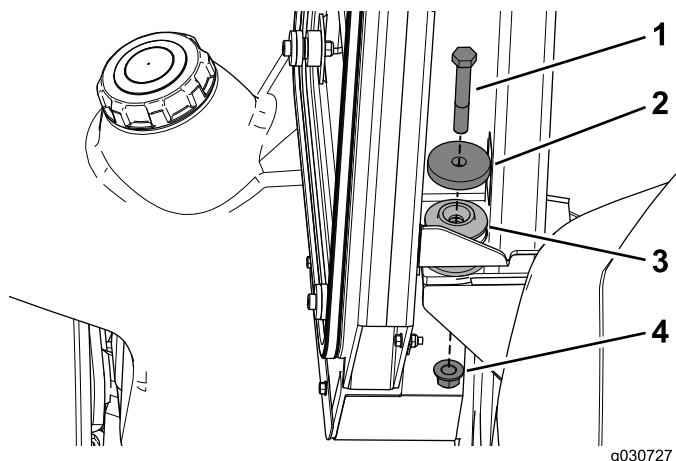

Figura 24
3. Utilize um parafuso (1/2 x 3-1/4 pol.), uma anilha (2-1/4 pol.) e uma porca de bloqueio para prender a cabina às montagens traseiras na máquina (Figura 24).